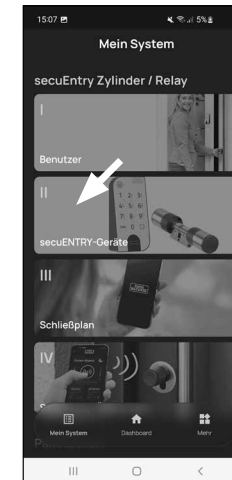

Abb. 1
- ① Tippen Sie auf den zweiten Menüpunkt „*II - secuENTRY-Geräte*“ (Abb. 1).